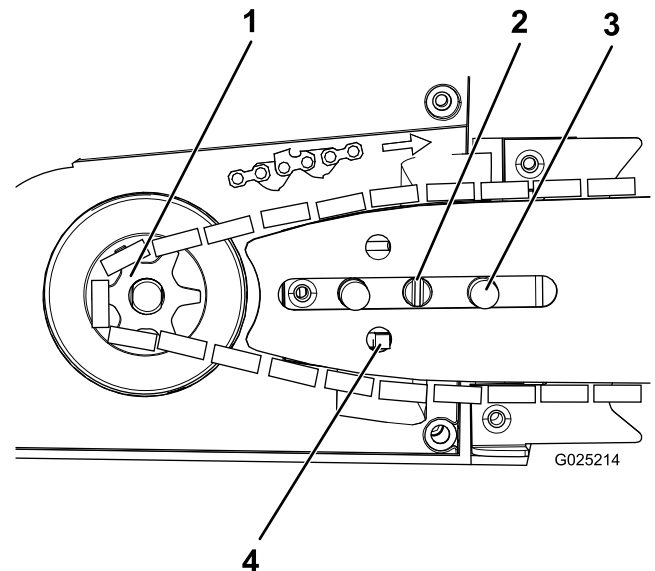

Figura 33
4. Afloje la cadena girando el tornillo de apriete de la cadena hacia la izquierda (Figura 33).
3. Espárrago (2)
6. Alinee la espada con los dos espárragos y el pasador de ajuste (Figura 33).
7. Coloque la cadena nueva alrededor del piñón de arrastre, con los dientes de la cadena mirando en dirección contraria al piñón (Figura 33).
11. Apriete la cadena girando el perno tensor hacia la derecha (Figura 33) hasta que la cadena toque la parte inferior de la espada.